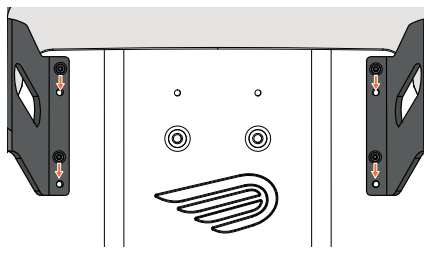

Figure 4 - Placement et fixation du siège avant.
5. Placez l'ensemble du siège avant, y compris les pieds, dans la position indiquée dans la figure 4. Faites glisser la rondelle ④ sur la vis ③ que vous vissez vissez à la main au plancher (5 Nm). Utilisez une clé Allen 5.
6. Placez maintenant le siège à l'horizontale et fermez à nouveau la boucle de ceinture de manière à ce que le siège reste ① fermé.